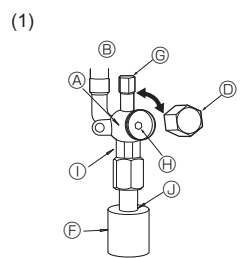
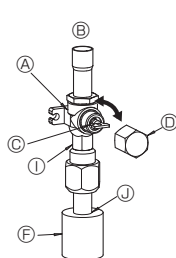

Fig. 4-6
Fig. 4-7
(1) Βαλβίδα διακοπής υγρού (Fig. 4-6)
- ① Βγάλτε το καπάκι και περιστρέψτε το στέλεχος της βαλβίδας προς τα αριστερά έως το τέρμα χρησιμοποιώντας ένα εξαγωνικό κλειδί 4 mm. Σταματήστε να περιστρέφετε έως ότου φτάσει στον αναστολέα. (Περίπου 10 στροφές)
- ② Βεβαιωθείτε ότι η βαλβίδα διακοπής είναι εντελώς ανοιχτή, και περιστρέφοντας επαναφέρατε το καπάκι στην αρχική του θέση.
(2) Βαλβίδα διακοπής αερίου (Fig. 4-7)
- ① Βγάλτε το καπάκι, τραβήξτε τη λαβή προς την πλευρά σας και περιστρέψτε κατά το 1/4 της στροφής προς τα αριστερά για να ανοίξει.
- ② Βεβαιωθείτε ότι η βαλβίδα διακοπής είναι εντελώς ανοιχτή, πιέστε μέσα τη λαβή και περιστρέφοντας επαναφέρατε το καπάκι στην αρχική του θέση.